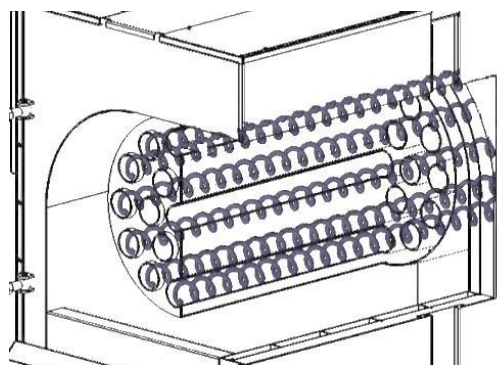

Рис. 5
- а) Автоочистка теплообменника (Конструктивные изменения, заказывается при приобретении котла). (Рис.5).